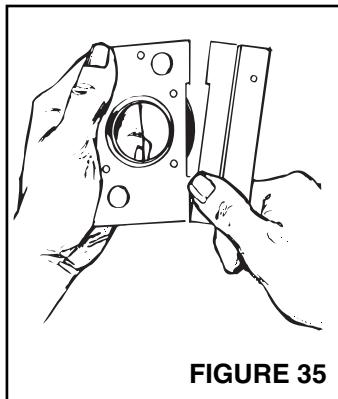

FIGURE 35
- Faites la découpe en accord avec les dimensions de la Figure 35.